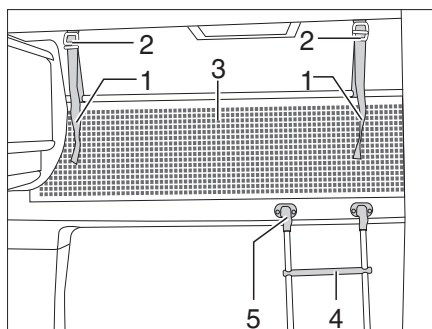

Fig. 155 Cama de alcoba
Para subir a la cama de alcoba, utilizar la escalera de ascenso (Fig. 155,4) equipada de serie.
- Enganchar la escalera con los largueros en el soporte (Fig. 155,5) del panel de la alcoba.
La red de seguridad (Fig. 155,3) viene de serie entre el colchón y el somier. Tender la red de seguridad cuando las personas ya se encuentren en la alcoba.
- Engatillar las cintas de sujeción (Fig. 155,1) en los soportes en el techo (Fig. 155,2).